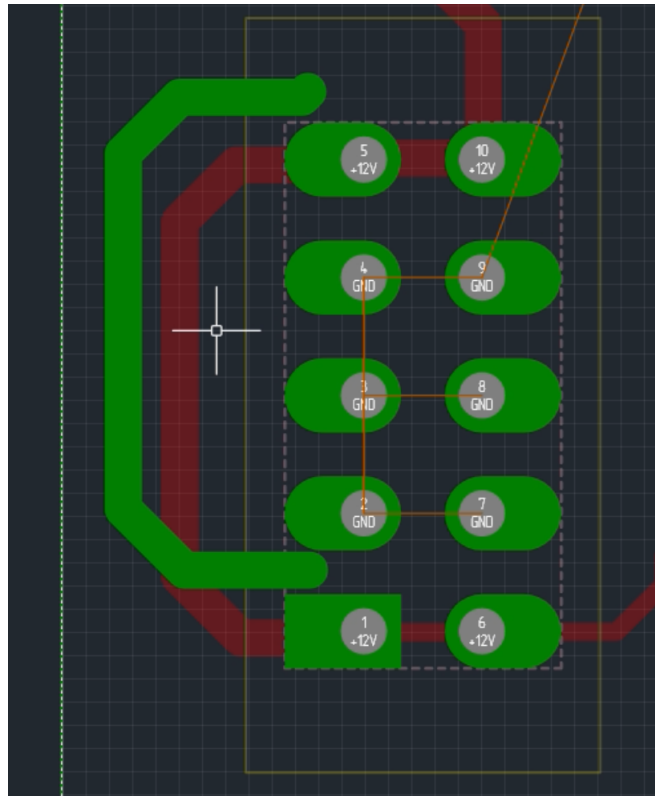

Рис. 421 Размещение скопированного трека
4. Разместите скопированный трек, см. Рис. 421.